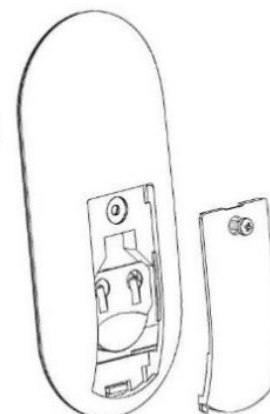

Abb. 5c
3. **Entfernen Sie die Batteriefachabdeckung von der Rückseite der Fernsteuerung, um das Batteriefach zu öffnen (Abb. 5c).**